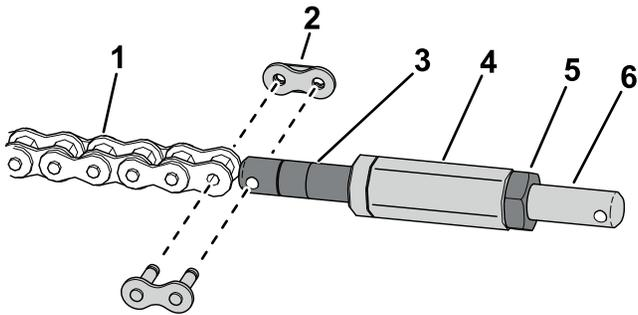

図 3
3. チェーンリンクを使って、チェーンをターンバックルに取り付ける 図 3。
4. チェーン・ターンバックルに六角シャフトを取り付ける 図 3。
5. ジャムナットを使って、チェーンリンク・ターンバックルを六角シャフトに取り付ける 図 3。